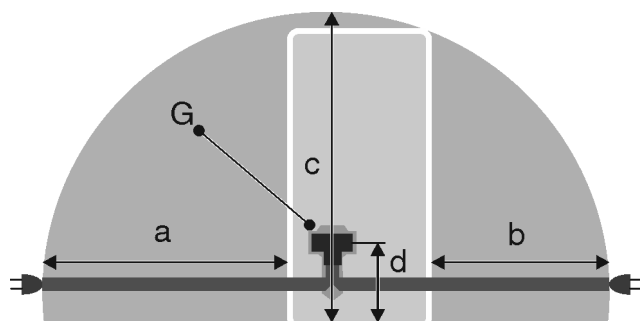

Fig. 21
- Zásuvka leží mimo oblast zadní stěny spotřebiče v dané oblasti Fig. 21 (a, b, c).
▶ Zástrčku spotřebiče Fig. 21 (G) zastrčte na zadní straně spotřebiče. Dávejte pozor na správné zaklesnutí.